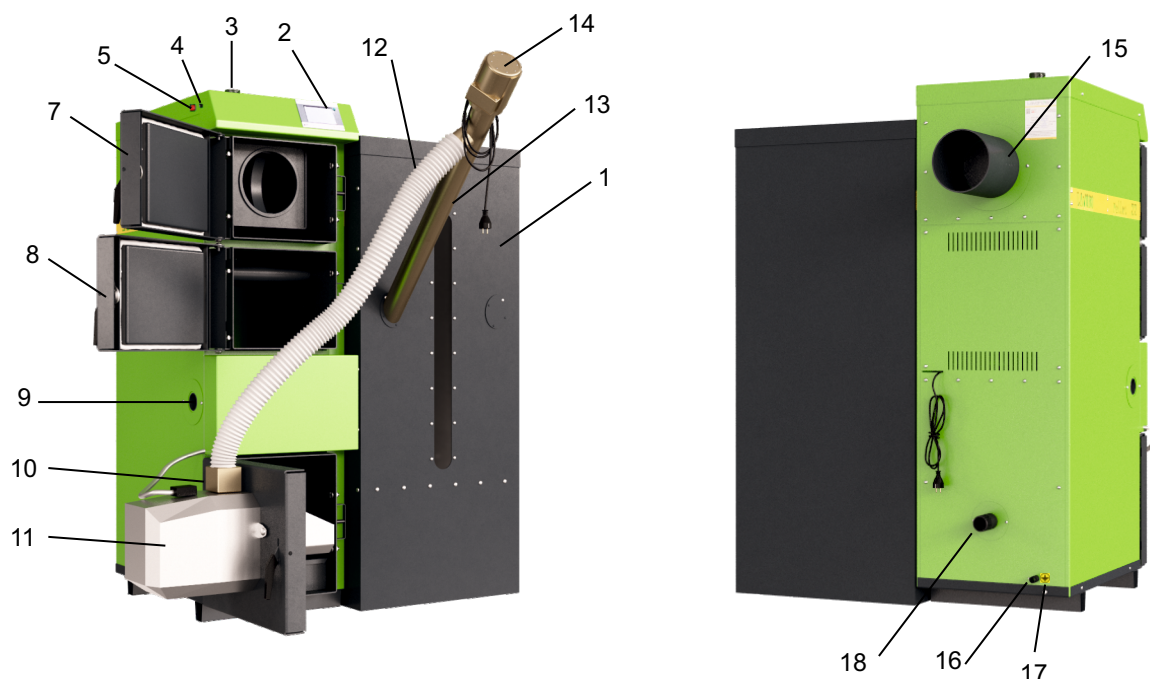

Рисунок 1. Состав и устройство Котлов моделей LF16-102
10. Котел (рис.1) представляет собой стальной сварной теплоизолированный каркас, обшитый снаружи съемной декоративной облицовкой, и устанавливаемый на собственных опорах. Внутреннее пространство имеет сложную конфигурацию, включает в своем составе трубчатый теплообменник, предназначенный для циркулирования теплоносителя, листовые детали, образующие вместе со стенками каркаса камеру сжигания, воздухоподводящие каналы, систему дымоудаления из Котла (15). Внутри каркаса в нижней части расположены устройства: колосниковая решетка для размещения топлива (при работе на резервном топливе) и зольный ящик для сбора и удаления золы. Снаружи Котел имеет дверцы и окошки для обслуживания Котла (7,8), патрубки для подсоединения к трубопроводам водяного контура системы отопления (3, 18), патрубок для опорожнения теплообменника (16). В нижней части котла в нижнюю дверцу вмонтирована Горелка (11) выбранной мощности, которая соединяется через механический пожарный клапан (10) гибким гофрированным шлангом (12) с бункером для пеллет (1), откуда внешним питателем (13) пеллеты подаются в Горелку. Автоматика входящая в комплект, включается кнопкой (5), расположенной на правой боковой части Котла, рядом с ней располагается предохранитель (4).